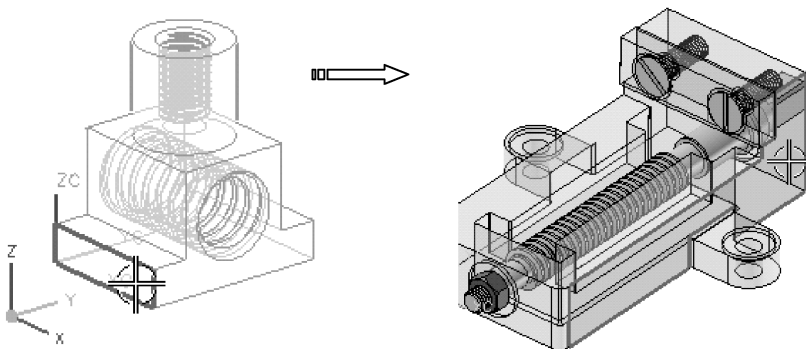

图 7-99 选择平行约束对象
- 21 以【通过约束】的定位方式打开【装配约束】对话框，以【平行】约束类型选择方块螺母侧面和底座侧面作为平行约束对象，如图 7-99 所示。